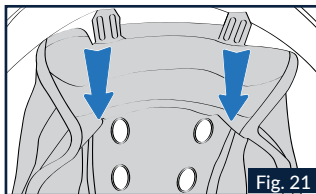

Fig. 21
3.1 Den hinteren Teil der Komfortpolsterung in das Helminnere ziehen, um die linken und rechten hinteren Laschen des Seitenfutters vom hinteren Schalenrand zu lösen (Abb.21).
Stecken Sie rechten und linken hinteren Laschen des Seitenfutters in die entsprechenden unteren Aufnahmen am Schalenrand (Abb. 21). Auf die Laschen drücken, bis sie vollständig in der Halterung einrasten.